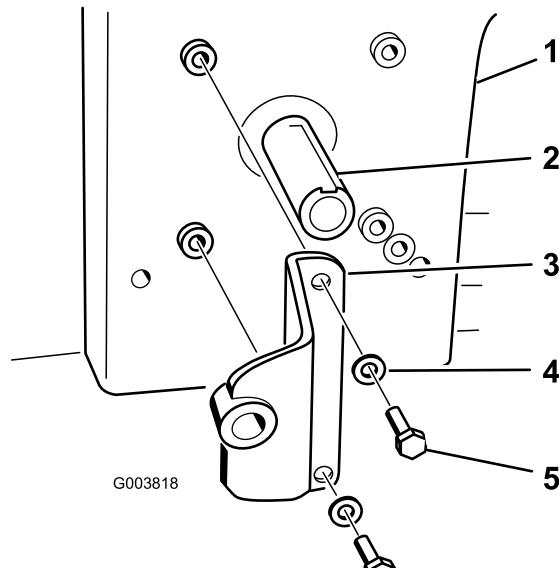

図 19
- 4. エンジンにポンプブラケットを取り付けるボルト2本 $5/16 \times \frac{3}{4}$ インチとワッシャ2枚 $\frac{3}{8}$ インチを使用する。ポンプブラケットの正しい取り付け位置については 図 19 を参照のこと。